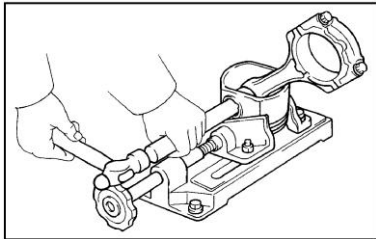

Рисунок II-196
2) Подложите медный лист под торцевую поверхность поршневого пальца и слегка ударьте капроновым молотком по пальцу и оправке, чтобы снять шатун. ((см. Рисунок II-196)